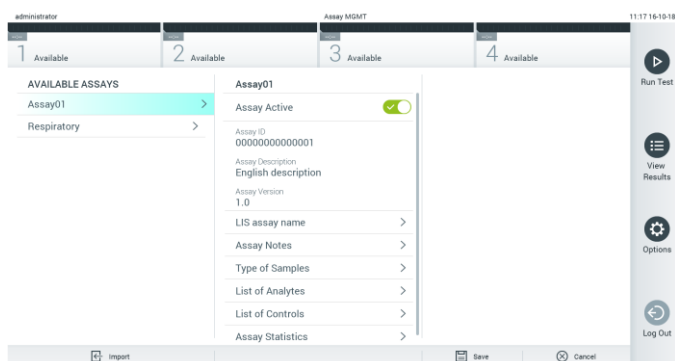

Figura 56. Activarea testului.
7. Testul devine activ prin selectarea Assay Active (Test activ) (Figura 56).